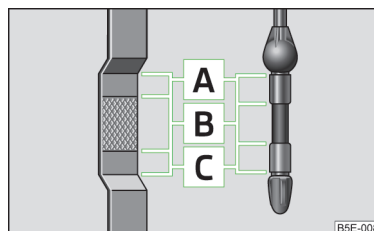

Fig. 177
Joja indică nivelul uleiului » fig. 177.
- Nivelul uleiului nu trebuie să fie în nici un caz, deasupra zonei **A** » fig. 177 - Pericol de deteriorare a instalației de evacuare a gazelor arse!